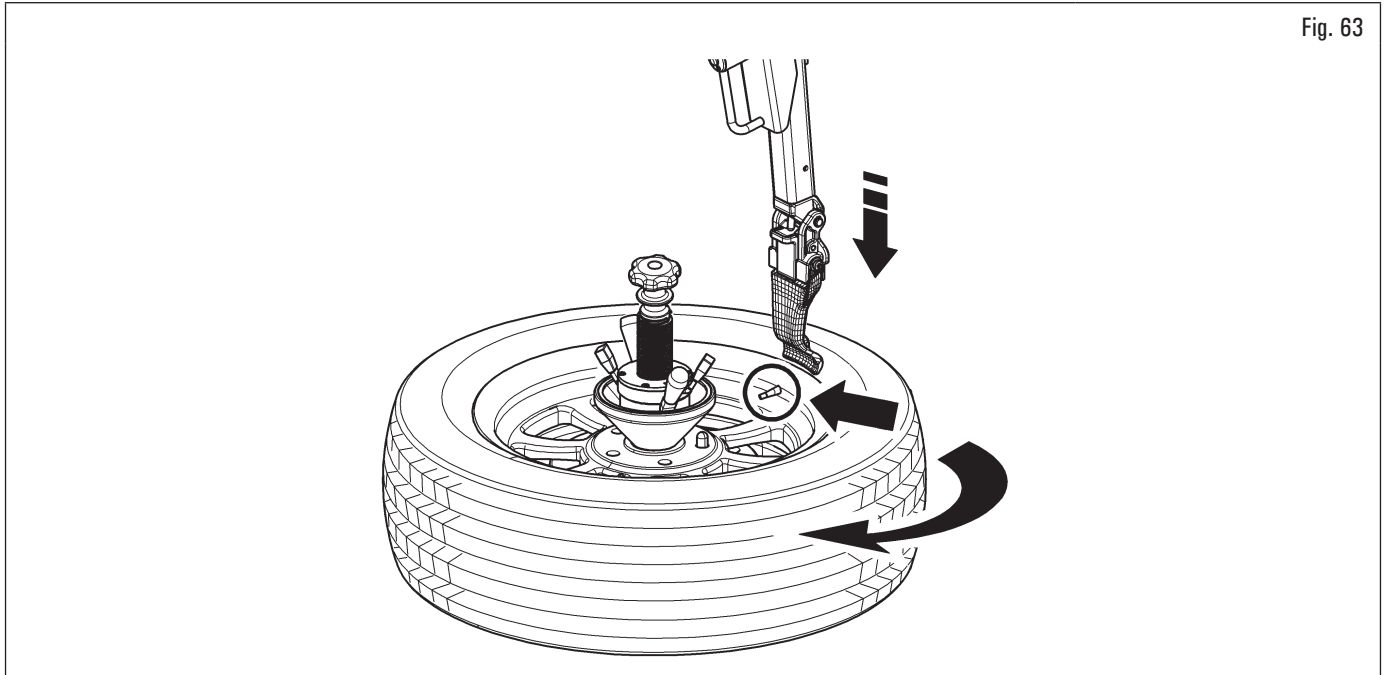

Fig. 63
1. Presione el botón de descenso de la cabeza útil (Fig. 6 ref. C (INF)) y colóquelo en el neumático sin presionar. Al mismo tiempo, gire la rueda hasta que la válvula se coloque en correspondencia con la cabeza útil (véase Fig. 63);